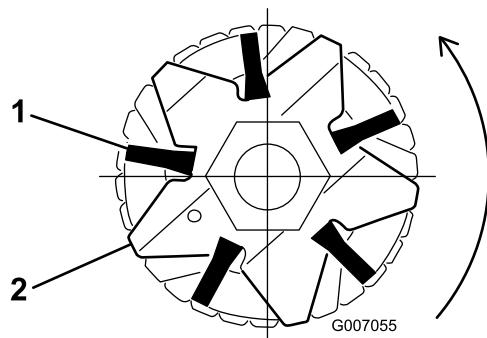

Bild 19
2. Vergewissern Sie sich, dass die Bürsten in den Schlitten des Groomermessers sitzen (Bild 19 & Bild 20).